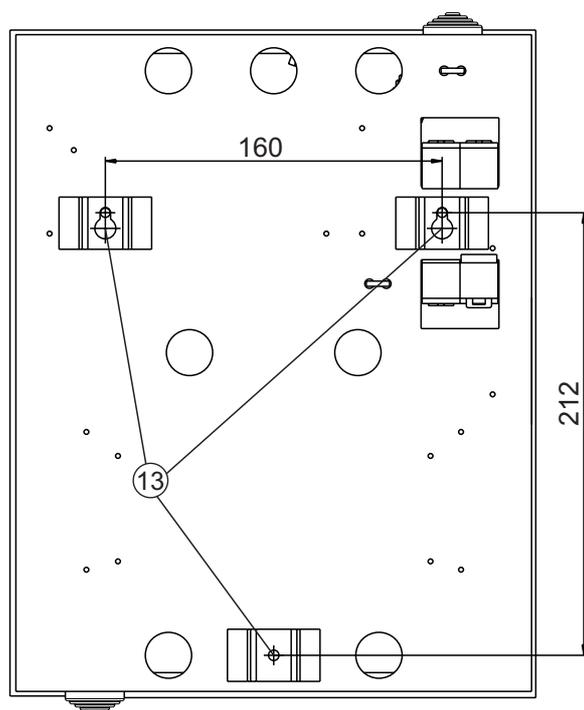
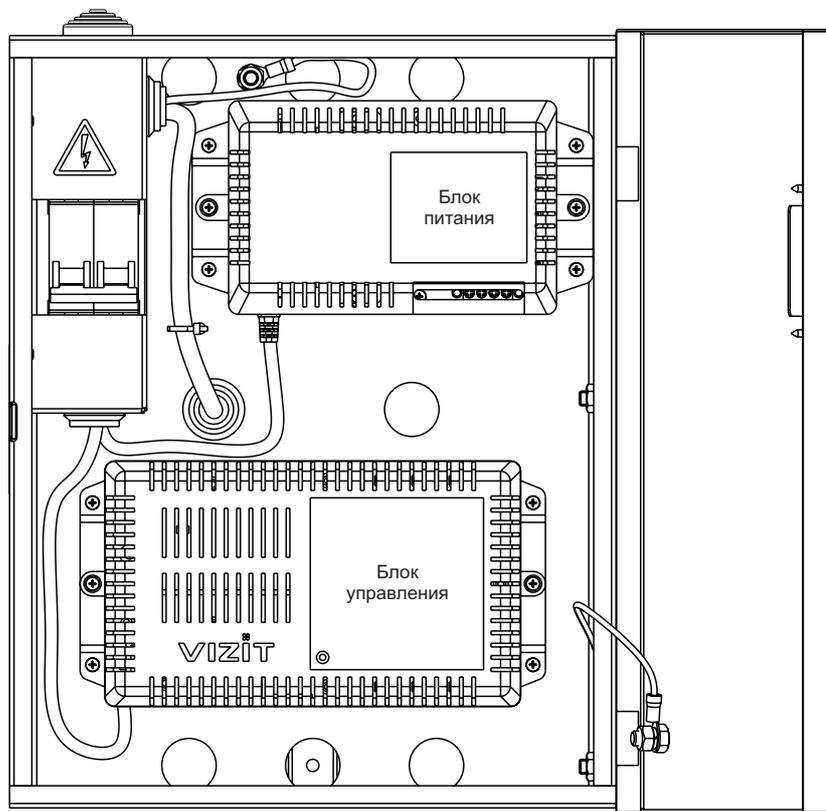

Рисунок 1 - Внешний вид и установочные размеры бокса
Рисунок 2 - Расположение блоков в боксе
Для крепления на стене используются скобы (13) (см. рисунок 1) на задней стенке бокса, а также шурупы 4x35 и дюбеля 6x40 из комплекта поставки.
- Снимите защитный кожух ③ (см. рисунок 1) с автоматического выключателя ④.
- Заведите кабель внутрь бокса через одно из отверстий для кабеля питающей сети ⑥.
- При вводе кабеля через отверстие в задней стенке (см. рисунок 2) установите в это отверстие кабельный ввод-сальник ⑨ предварительно снятый с нижней стенки.
Заведите провода линии связи в бокс через отверстие ⑦ (см. рисунок 1).